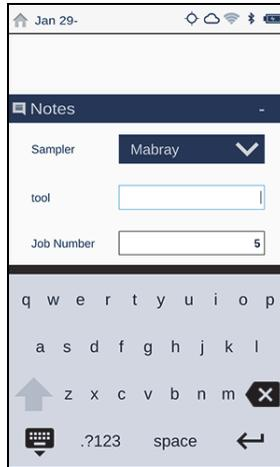

图 2-33 实时视图中的检测注释
2. 在**Live View**（实时视图）中，点击**Notes**（注释）栏，打开检测注释区（参见第49页的图 2-33）。